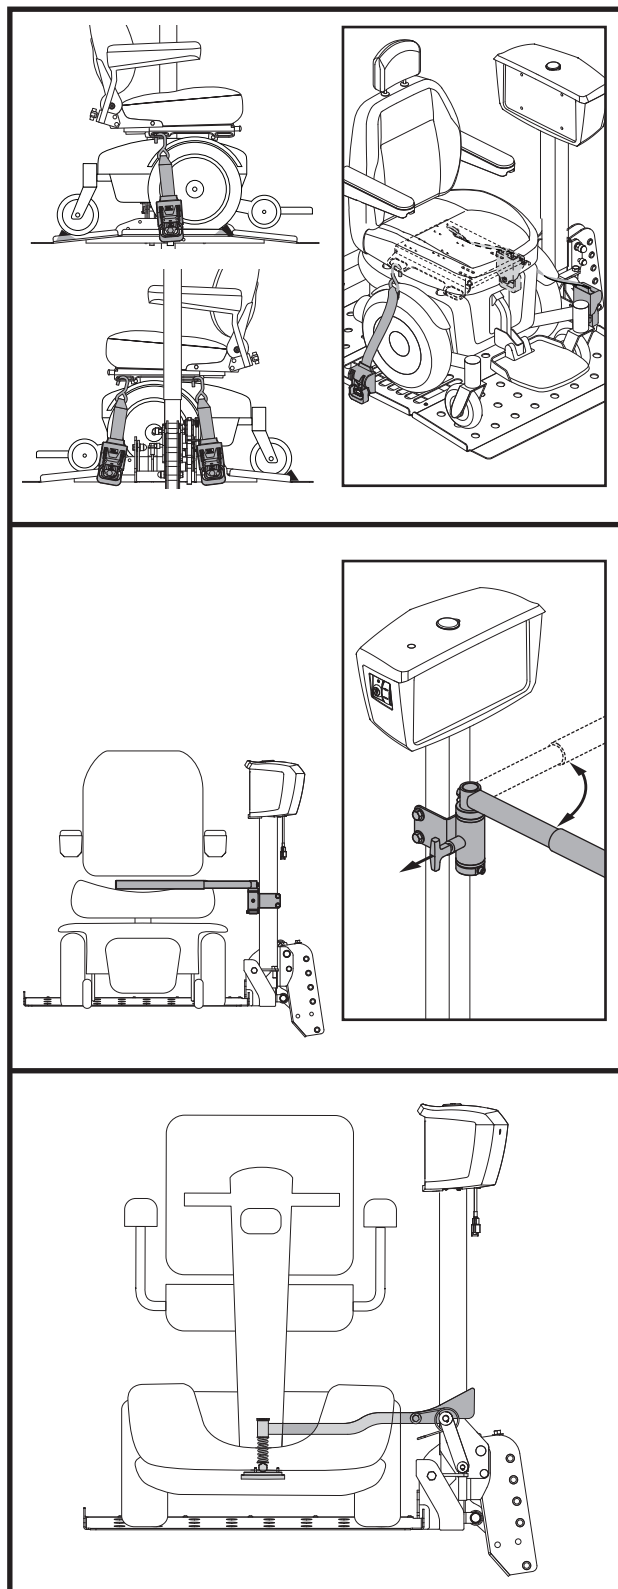

Figure 16. Ancrage de l'appareil
- Tirez sur la courroie pour la dégager et fixez-la sur l'onglet d'ancrage. Fixez les sangles aux points de fixation du produit de mobilité. **Voir la figure 16.**